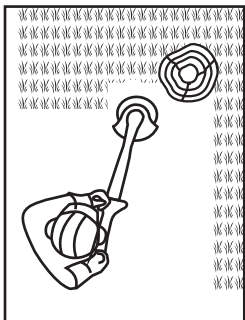

Fig. 21
4. Trage în afară scutul pentru plante (13) pentru ca dispozitivul de tăiere să nu intre în contact cu obiecte dure precum pereți și borduri (fig. 21, 22).